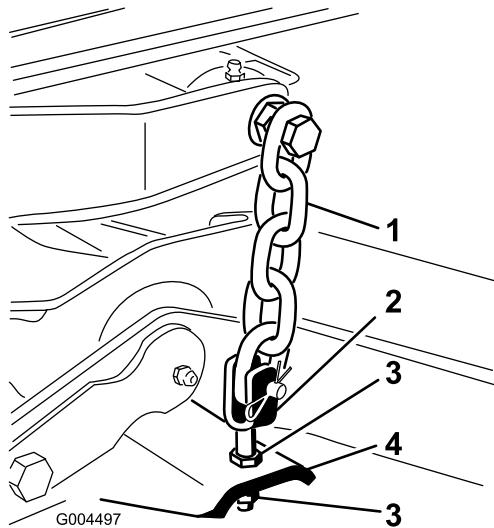

Figura 24
8. Regolate i controdadi che fissano le forcelle/catene del tosaerba al tosaerba, fino a livellare il tosaerba (Figura 24).
- Regolate i controdadi che fissano le forcelle/catene posteriori del tosaerba per sollevare la parte posteriore del tosaerba in modo che il passo sia impostato a 8 mm (Figura 24).